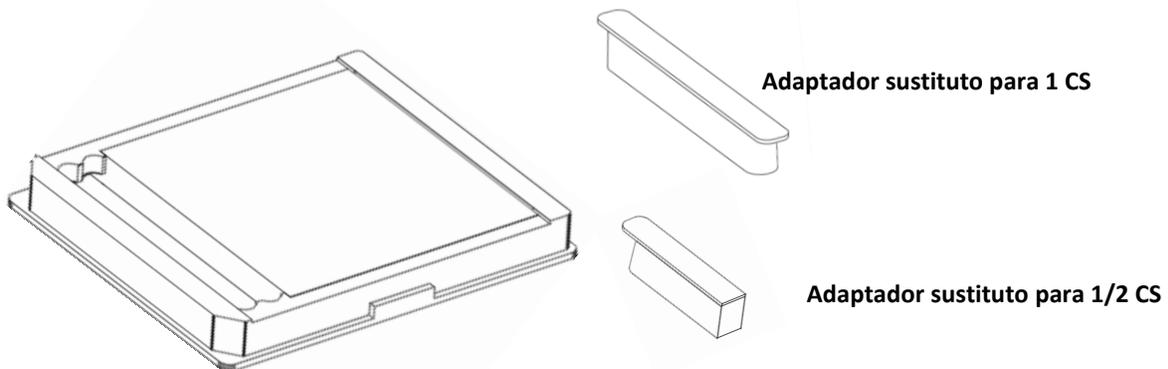

Figura 3. Placa Microtiter y sistema de adaptadores magnéticos para visualización de muestras en múltiplos de cuatro.
En caso de que se quiera visualizar un número de muestras más reducido, los CS de 8 pocillos se enviarán en formato pre-cortado, el cual permite cortar la tira por la mitad y visualizar las muestras en múltiplos de cuatro. En este caso se enviará también un Adaptador de placa Microtiter reutilizable, junto con un sistema de piezas magnéticas para insertar las tiras cortadas (ver figura 3).
- Placa Microtiter y sistema de imanes adaptadores para insertar los CS cortados en formato de cuatro pocillos (Figura 3).